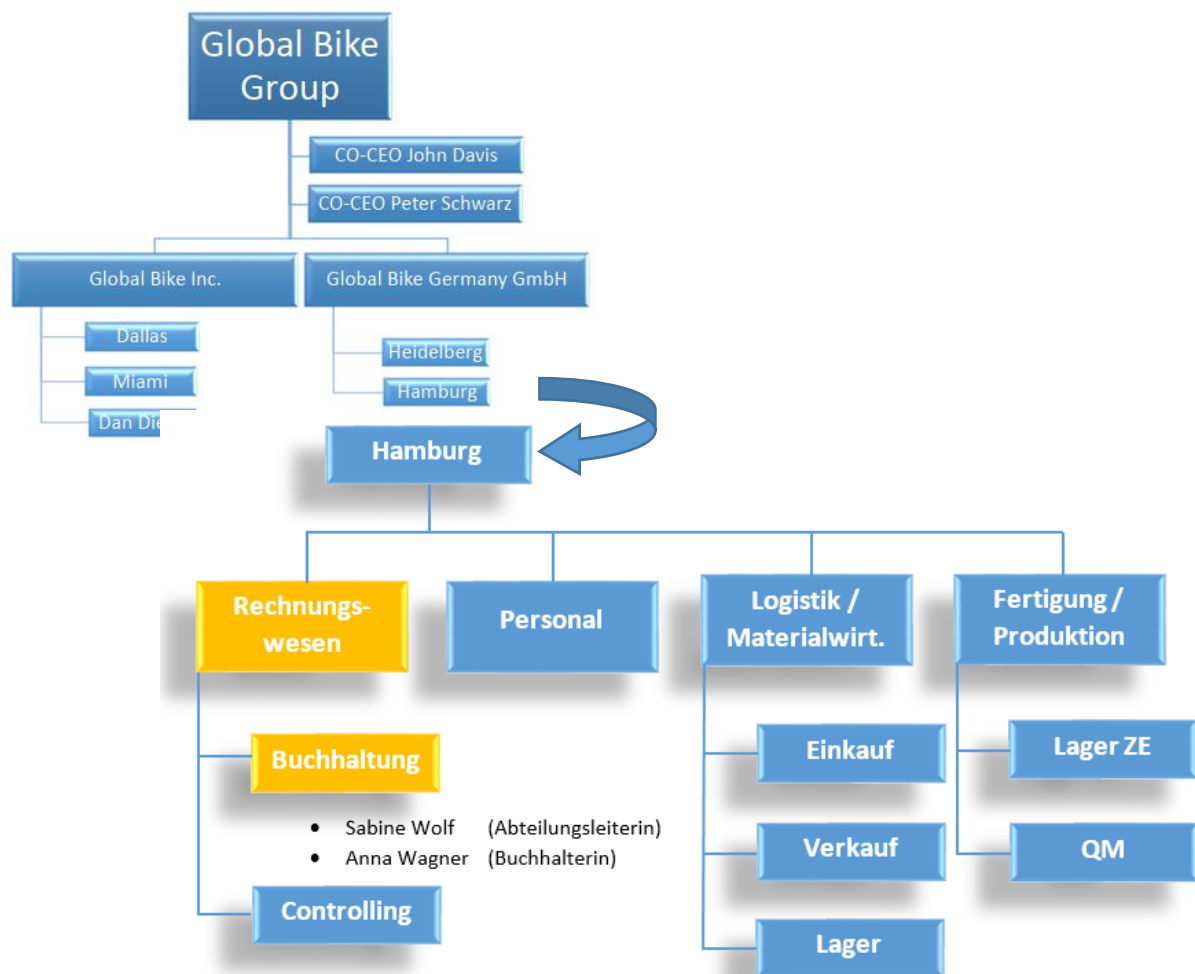

Abbildung 1. Organigramm von GBI, Zweigstelle Hamburg.
- Notieren Sie im Anschluss den verantwortlichen Sachbearbeiter (Zur Unterstützung nutzen Sie die Abbildung1):